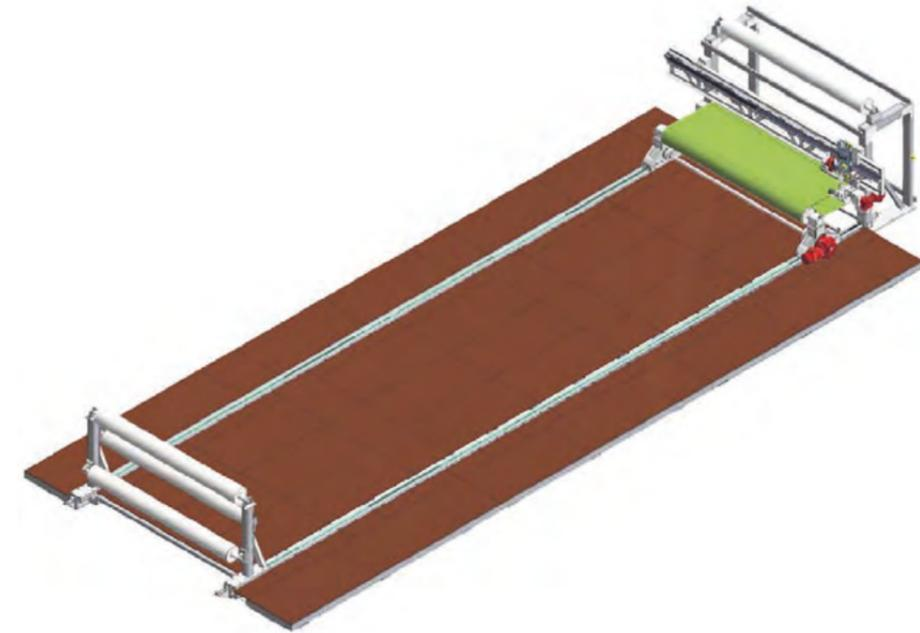

Abb. 1: Produktlänge 4,60m
- » Der Spannwagen ermöglicht bereits in der Grundkonfiguration (Abb. 1) einen Längenbereich zwischen 4,60 und über 30,00m, abhängig von der realisierten Anlagenlänge.